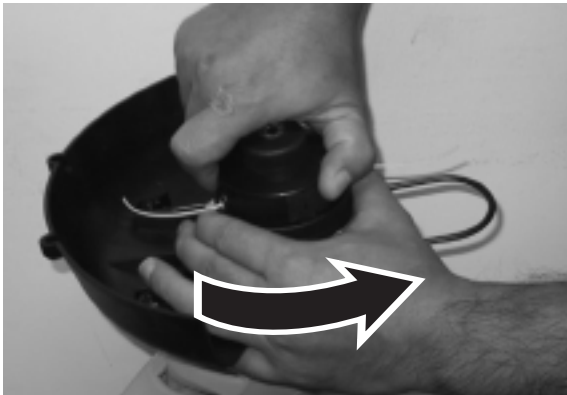
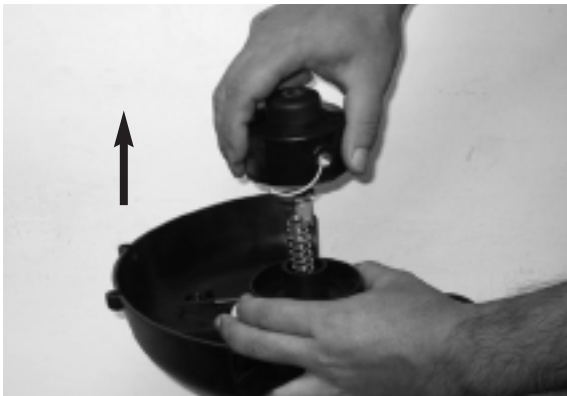

Fig. 18
Fig. 19
2. Retire el conjunto del rotor de la podadora. Para hacerlo, sostenga la parte acanalada exterior del conjunto con una mano, mientras empuja hacia abajo y gira la cabeza del rotor con la otra mano para separarla (Fig. 18 & Fig. 19). El portador del rotor y el rotor ahora se separarán fácilmente.